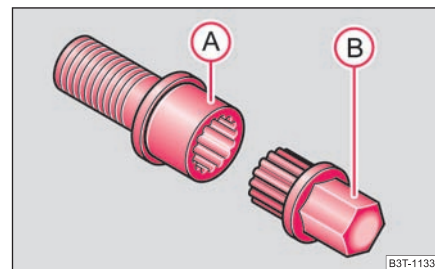

Abb. 221 Sicherheitsradschraube mit Adapter
- Stecken Sie den Adapter (B) mit seiner verzahnten Seite bis zum Anschlag so in die innere Verzahnung der Sicherheitsradschraube (A), dass nur noch der äußere Sechskant herausragt ⇒ Abb. 221. ▶